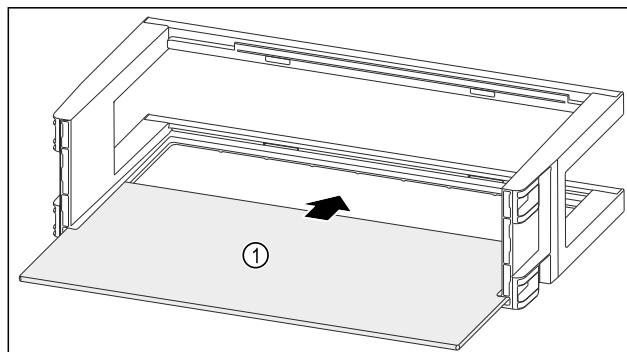

Fig. 143
- Inserire il ripiano Fig. 143 (1) negli incavi laterali.